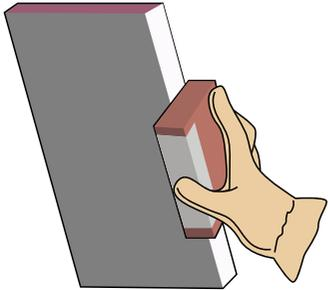

FIGURA 3
- 1) Asentar con una lija los cantos para retirar protuberancias e imperfecciones. (FIGURA 3)